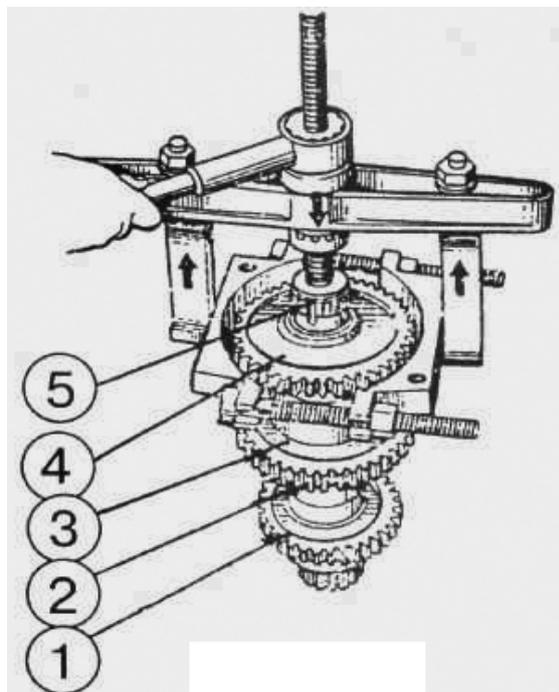

Рисунок 4.41
5.1) спрессуйте с промежуточного вала (5) (рисунок 4.41) шестерни (1), (2), (3), (4);